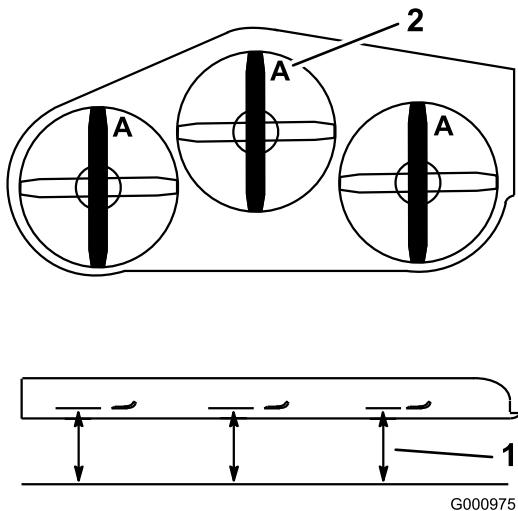

図 79
- ブレードが前後方向を指すように回転させる。Aの位置で(図 79)、平らな床面からブレードの刃先までの高さを測る。測定値を記録する。